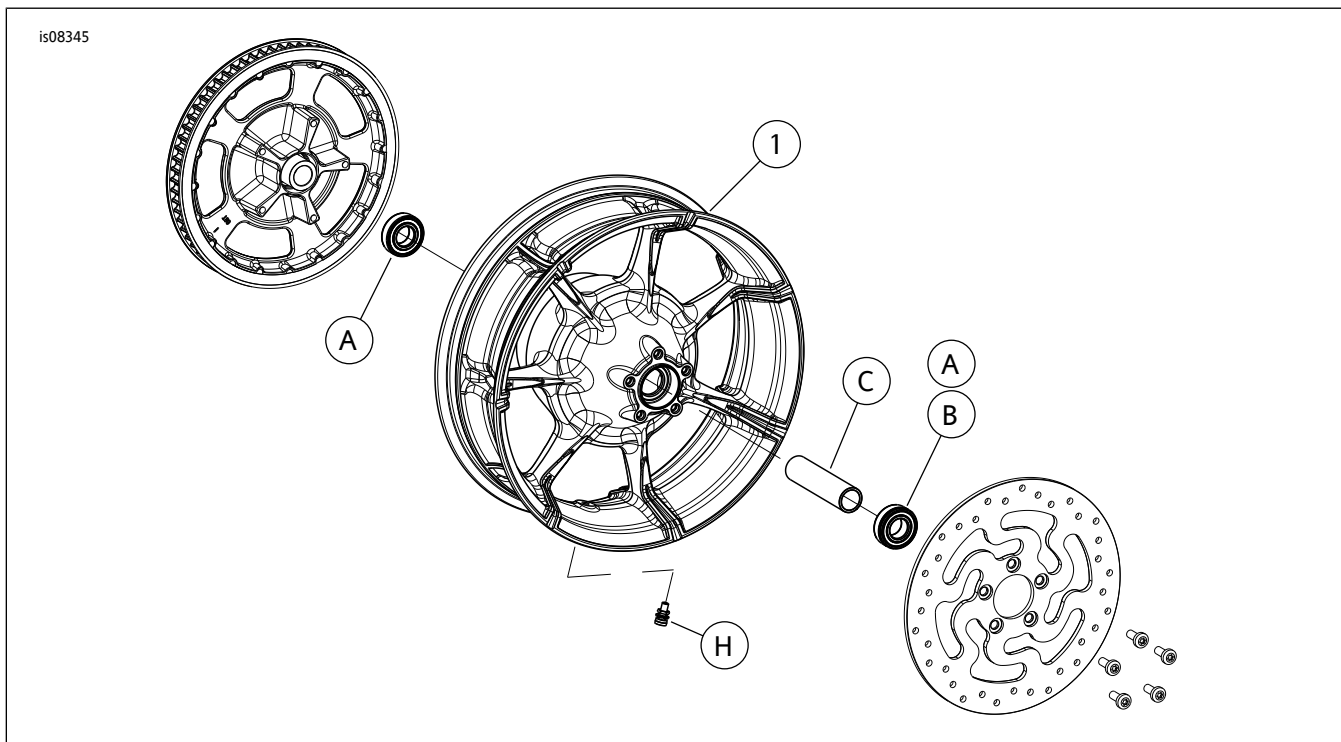

图1。维修零件：Slicer后轮
参见图1和维修零件表。
2. 参见图1。在车轮上安装阀杆组件(H)。参阅维修手册。